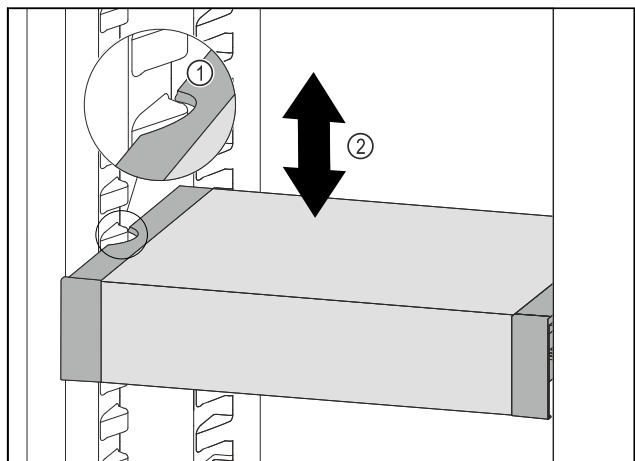

Fig. 67
- ▶ Tire el VarioSafe hacia delante hasta que los huecos laterales del VarioSafe se encuentren a la altura de la nervadura del recipiente en el compartimento del frigorífico. Fig. 67 (1)
- ▶ Mueva el VarioSafe hacia arriba o hacia abajo en el compartimento del frigorífico hasta alcanzar la altura deseada. Fig. 67 (2)